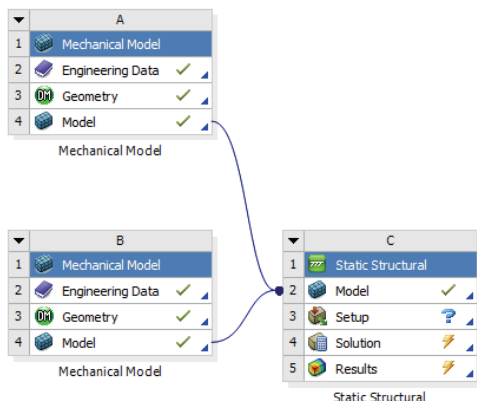

图 5-18 装配 Mechanical Model 系统模型
- 装配 Mechanical Model 系统模型，如图 5-18 所示。